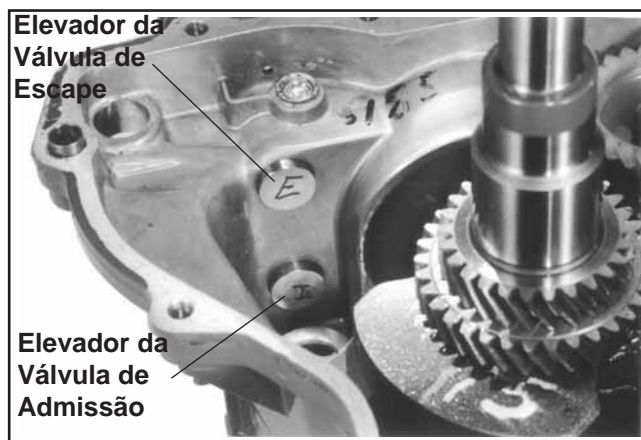

Figura 9-48. Identificar os Elevadores Hidráulicos.
2. Marque ou identifique os elevadores hidráulicos como admissão ou escape. Consulte a Figura 9-48. Retire os elevadores do cárter.